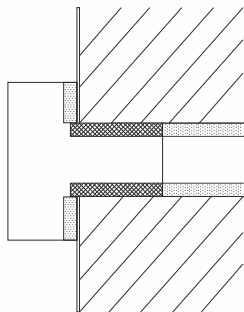

Рис. 3
- Утеплитель на корпусе клапана должен соприкасаться с выступающим из стены трубным утеплителем (см. рис. 3).